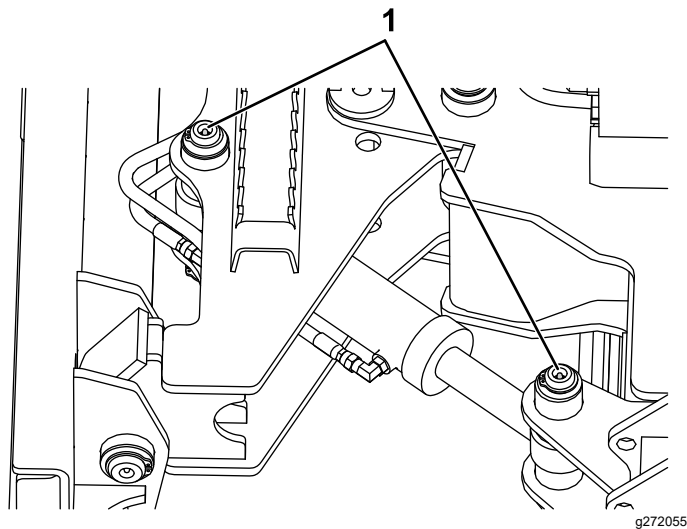

Рисунок 9
4. Подсоединяйте смазочный шприц к пресс-масленкам шкворней шарниров гидравлического поворота (Рисунок 9).